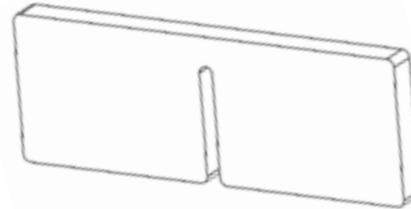

Figura 21
- Localizar los (2) espaciadores de espuma, ver la Figura 21 para saber cómo son.